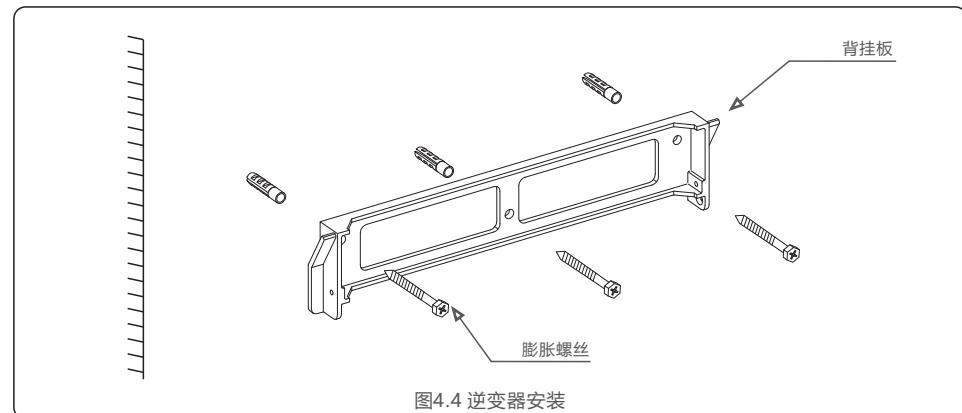
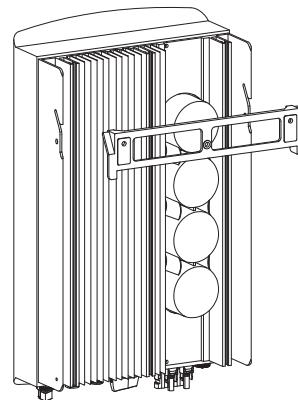

图4.4 逆变器安装
图4.5
参考图4.4以及图4.5来安装逆变器。逆变器必须垂直安装。安装步骤如下：
2. 确保支架是水平的，安装孔（如图4.4）是正确标记的。通过标记处钻入墙。
4. 将逆变器抬起，使得逆变器背部安装支架中的开孔，对准背挂板上部的凸起，然后缓慢将逆变器固定到安装板上，直到逆变器牢固安装后，操作人员才可松开设备（如图4.5）。